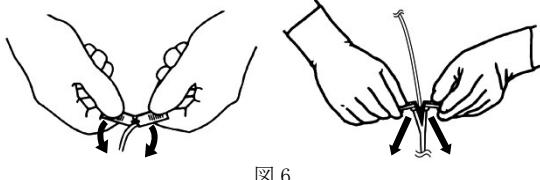

図 6
10) シース上部のハンドルを両手でつかみ、シースを左右対称にゆっくりと引き裂く（図6）。